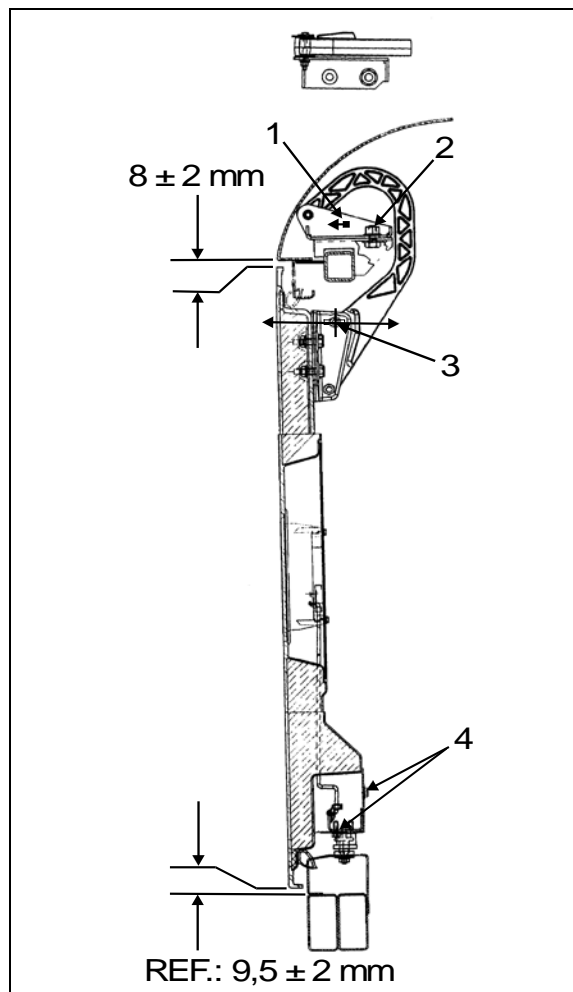

FIGURE 71 : CHARNIÈRE DE PORTE SUPÉRIEURE
2. Desserrer l'écrou (2, Figure 71).
3. Déplacer la pièce (1, Figure 71) le plus près possible de l'extérieur de l'autocar, de façon à ce qu'il y ait suffisamment d'espace pour que la porte s'ouvre.
4. Desserrer l'écrou (2, Figure 71).
5. Desserrer l'écrou (3, Figure 71). La charnière permet à la porte de bouger vers l'intérieur ou l'extérieur.
nécessaire, se servir de l'ajustement permis par la pièce mobile numéro 1, Figure 71.